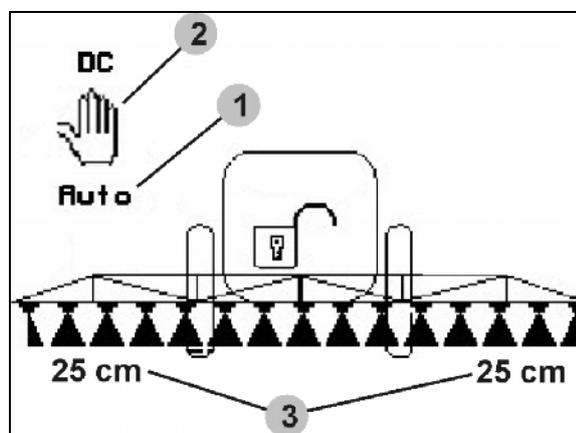

Fig. 91
- Lorsque le mode automatique est activé, le symbole "Auto" (Fig. 91/1) s'affiche à l'écran. L'ordinateur machine gère le réglage de la distance buse de pulvérisation - plantes sur pied.
- Le symbole (Fig. 91/2) s'affiche en mode manuel. Le dispositif DistanceControl est désactivé. Vous réglez manuellement la distance buse de pulvérisation - plantes sur pied via la correction d'assiette et le réglage de la hauteur.
- Confirmez : la distance buse de pulvérisation - plantes sur pied est affichée dans le menu de travail (Fig. 91/3).